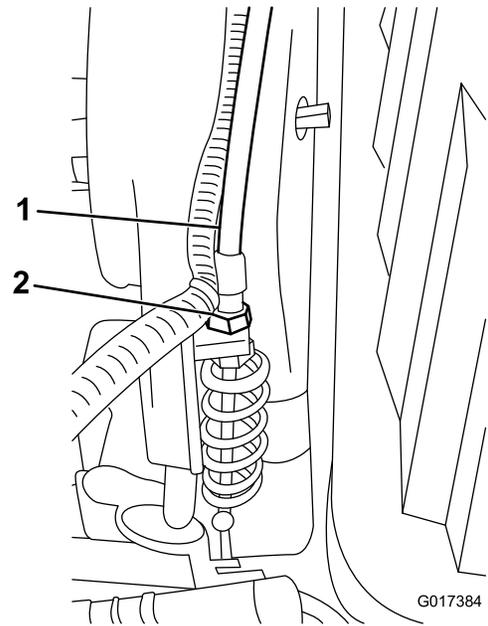

Figura 44
3. En el soporte de pasamuros de la transmisión, ajuste el cable de control del molinete (Figura 44), para obtener una longitud de 70,6 mm – 72,4 mm.